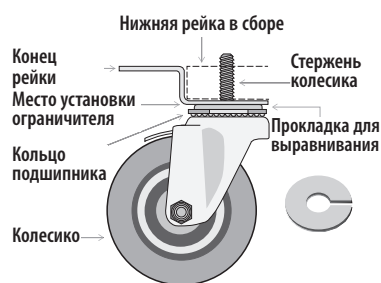

Рис. 7. Схема колесика.
3. Ввинтите колесики в рейку рамы или нижнюю часть устройства. См. рис. 7 и 8.